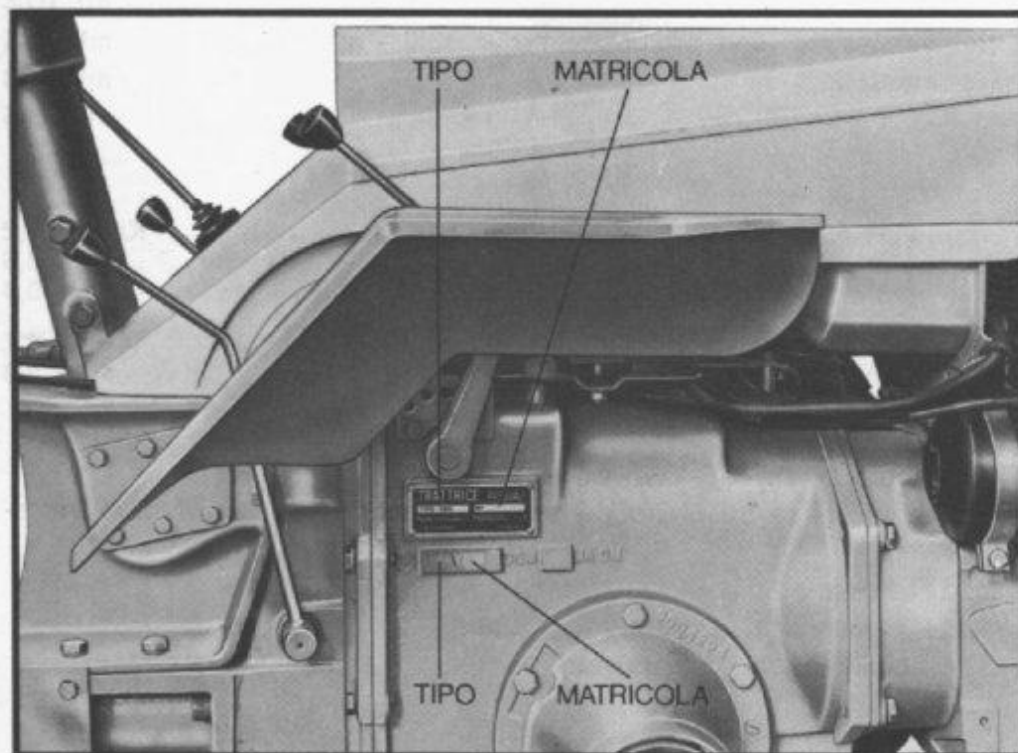

FIG. 1
- I dati per l'identificazione di ogni trattore sono riportati sia sulla targhetta, sia sul corpo della macchina (fig. 1).